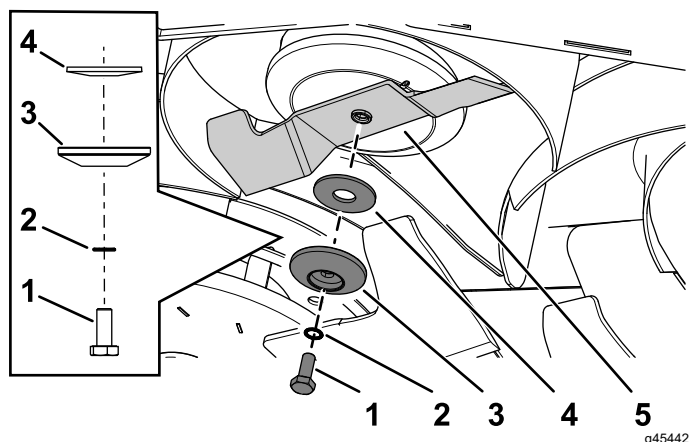

Figura 104
2. Retire o parafuso da lâmina, a anilha dentada, a anilha curva e a lâmina do eixo (Figura 104).